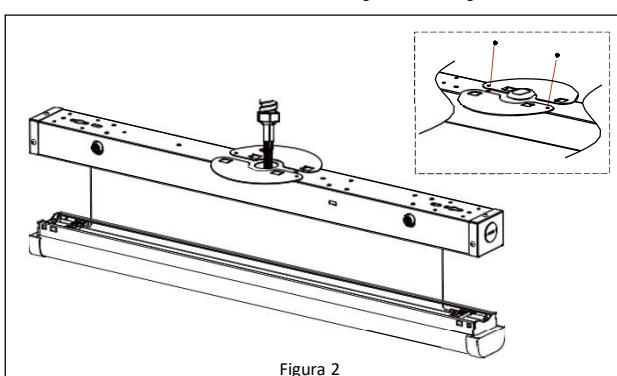

Figura 2
1. Instala el adaptador de la caja eléctrica en J en la parte posterior de la lámpara. **Ver Figura 2.**
6. Ajusta la longitud de cada cable. **Ver Figura 2.**